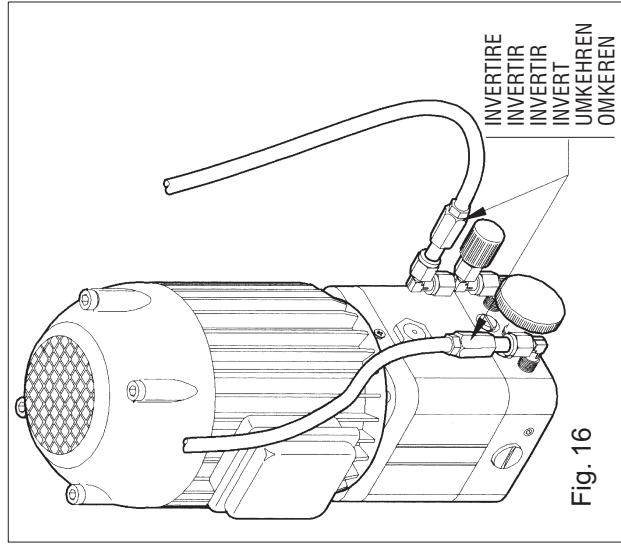

Fig. 16
- 14) Invertir les deux tubes de l'huile du distributeur (fig.16). Si nécessaire purger le vérin.
- 14) Invertir los 2 tubos del aceite del distribuidor (fig.16). Si es necesario realizar la expurgación del gato.